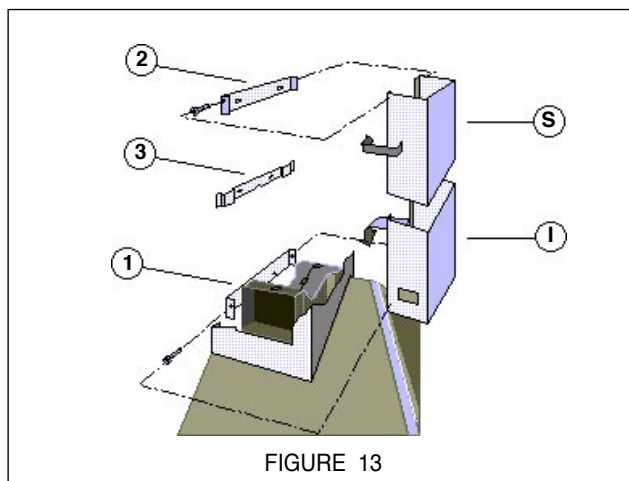

FIGURE 13
10. Pour les installations avec ou sans conduit avec la cheminée, cette dernière doit être fixée au corps de la hotte. La section supérieure de la cheminée (S) doit être installée en premier, puis la section inférieure (I). Les deux sections sont fixées de façon sécuritaire au mur sous les fixations de montage, tel qu'il est indiqué à la FIGURE 13. Une fois la cheminée en position, utiliser les vis pour fixer le haut et le bas de la cheminée sur les fixations.